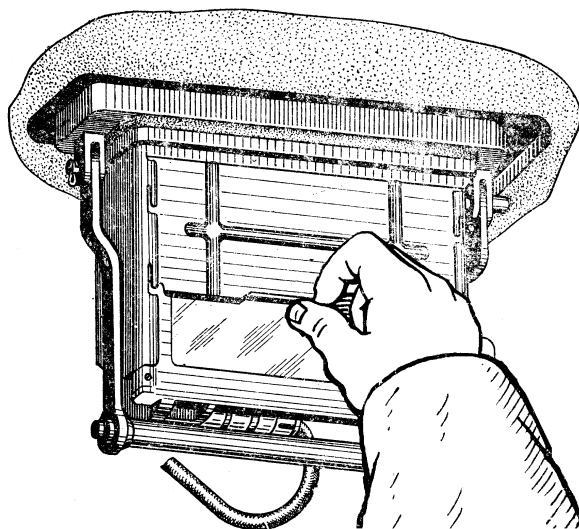

Рис. 74. Відкриття шторки приладу ТНПО-170А.
- відкрити шторку приладу ТНПО-170А, для чого підняти її максимально вгору (рис. 74);
- відкрити шторку приладу ТНПО-170А, для чого підняти її максимально вгору (Рис. 74);